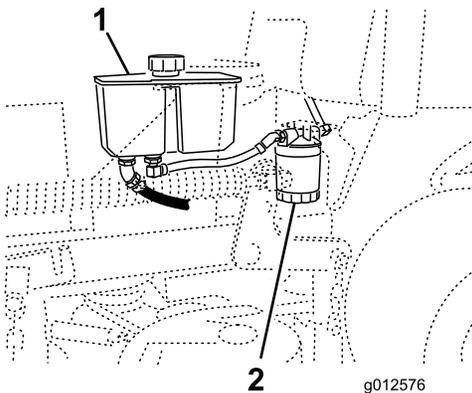

Bild 74
- Stellen Sie eine Auffangwanne unter den Filter (Bild 74).